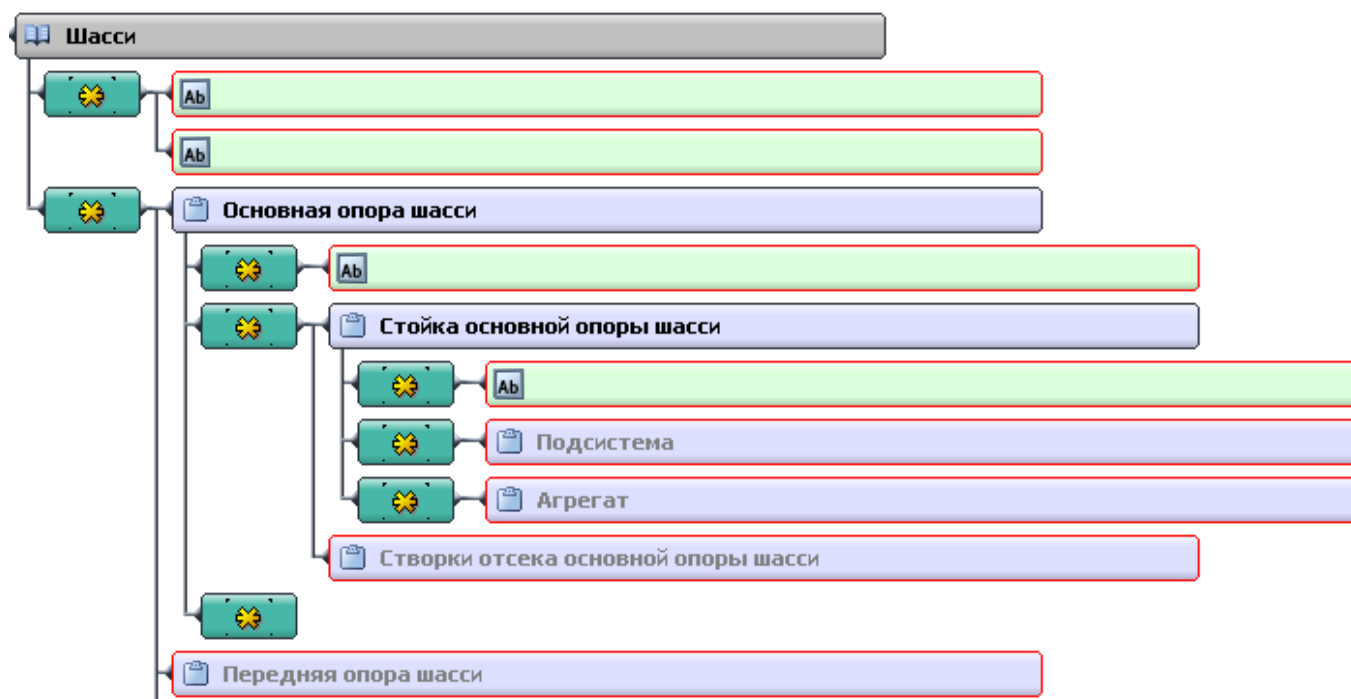

Рис. 2.48
8. Для развертывания структуры элемента «Стойка основной опоры шасси» нажмите на значок  в левой части прямоугольника (Рис. 2.48).